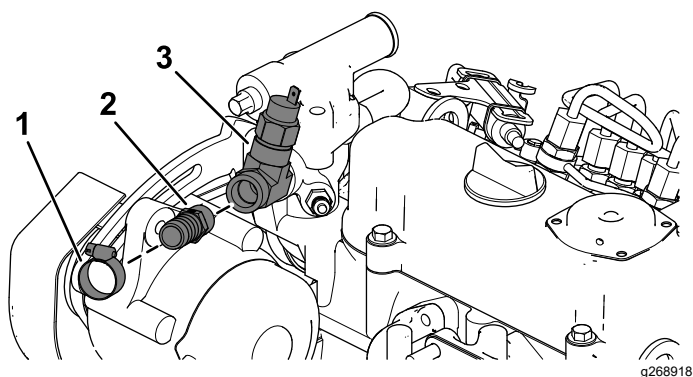

Рисунок 16
- D. Подсоедините шланг ($\frac{5}{8}$ дюйма) и установите переходной штуцер ($\frac{5}{8}$ дюйма) с помощью шланговых хомутов (Рисунок 16).